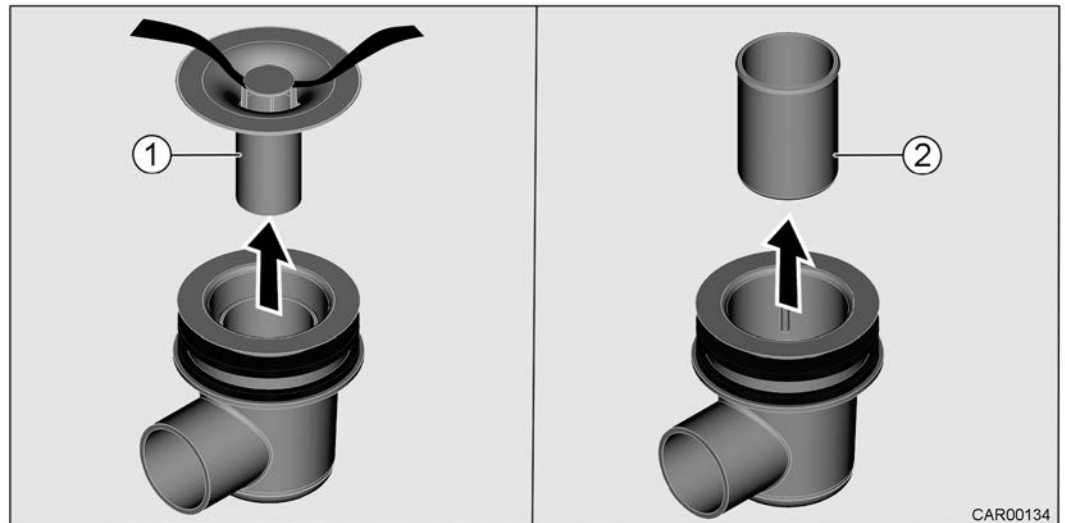

Fig. 144 Siphon (siphon, douche), variante avec parement chromé
1. Enfiler un bout de ficelle à travers le capuchon (Fig. 144/1), tirer prudemment le capuchon vers le haut et l'enlever.
2. Tirer le gobelet (Fig. 144/2) vers le haut et l'enlever.